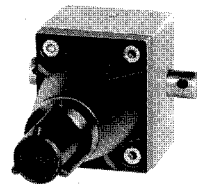

Bild 7 · Zuluft-Druckregler
3.4.3 Zuluft-Druckregler (Bild 7)